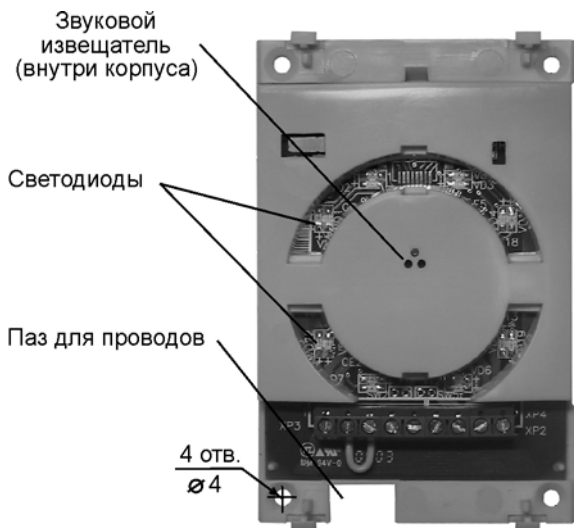

Рисунок 6 – Крепежные отверстия
- 3) уложить соединительные провода в канал (или протянуть через отверстие в стене), протянуть их через паз в корпусе (см. рисунок 6);
В УКД имеются встроенный звуковой извещатель и светодиоды (см. рисунок 6), которые предназначены для индикации событий в системе и для обозначения временных интервалов при настройке длительности открытия замка.